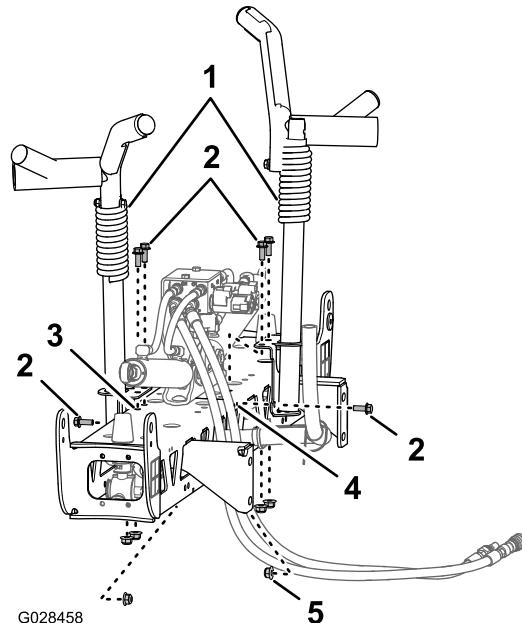
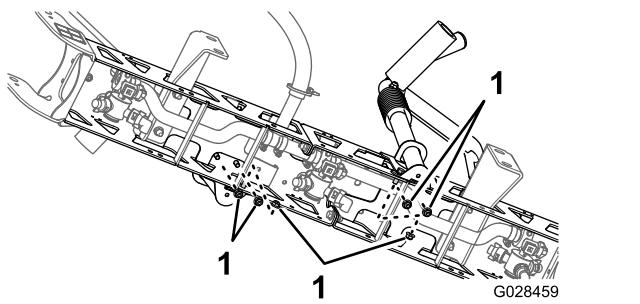

Figura 37
Figura 38
- Allineate le barre per il trasferimento alla sezione della barra centrale (**Figura 37**).
- Montate le barre per il trasferimento alla sezione della barra (**Figura 37** e **Figura 38**) con 6 bulloni ($\frac{3}{8}$ " x 1") e 6 dadi di bloccaggio flangiati ($\frac{3}{8}$ ").